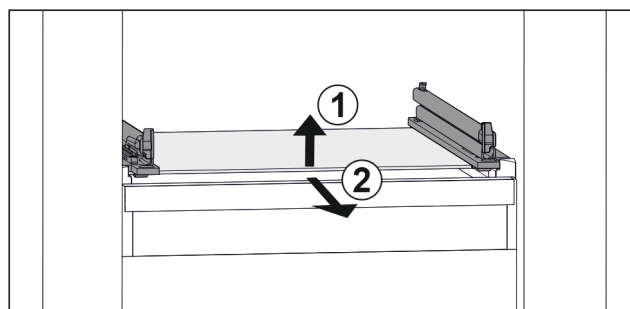

Fig. 155 Приблизне відображення скляної пластини
- ▶ Підняти скляну пластину спереду. Fig. 155 (1)
- ▶ Вийняти скляну пластину рухом вперед. Fig. 155 (2)